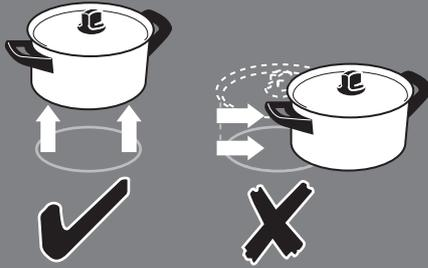

Fig. 1.5
- Prenez soin de **NE PAS POSER LES COUVERCLES CHAUDS** à la surface de la plaque (**Fig. 1.5**). Les couvercles utilisés sur un récipient chaud peuvent « coller » ou créer un effet de « vide » sur la plaque en verre. Si cela se produit, **NE TENTEZ PAS** de soulever le couvercle de la surface en verre car vous pourriez abîmer la plaque. Faites plutôt glisser le couvercle jusqu'au bord de la plaque avant de le soulever, en prenant soin de ne pas rayer la surface en verre. Ou bien attendez que